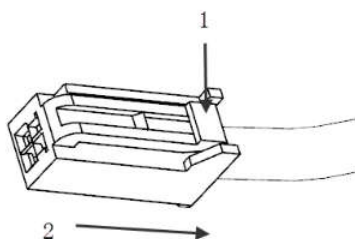

图8-1-6 防盗警示灯等接插件拆卸示意图
a. 拆卸防盗警示灯、座椅记忆开关、门灯接插件: 如图8-1-6, 用力沿箭头1方向压住卡脚, 再向箭头2方向拔出线束插头。